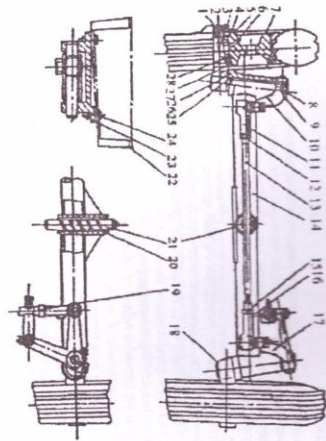

Рис. 3.21. Передняя ось (своявый тип).
Базовая конфигурация (рис. 3.21) Передняя ось соединена с рамой четырьмя болтами 24 на опоре. Поперечная рулевая тяга 13 соединена с левым и правым поворотными кулаками, а также с рулевым механизмом, правым рулевым кулаком 18, рулевой сошкой 17, пропальной рулевой тягой 19. Ведущее переднее колесо закреплено на поворотном кулаке подшипником 4 и 28. Когда передние колеса катятся по земле, они управляют рулевым механизмом для контроля направления движения трактора. Базовый ширины передней оси бывает двух типов: коулава трубка Ø болт, прямоугольная трубка 80x60x5, Трубка главной оси соединена с передним грузом (рис. 3.19, рис. 3.20).
- Для регулировки поставьте передние колеса прямо по линии, установите трактор на горизонтальной поверхности, открутите стопорные гайки 12 и 15 (рис. 3.21). Укоротите или удлините поперечную рулевую тягу. Установите показатели А и В на одинаковой высоте по осевой линии и углу шин при помощи линейки. А – В должны быть в пределах установленной диагональ. Затяните стопорные гайки после регулировки.
2. Регулировка зазора осевой подшипника передних колес: Осевой зазор подшипников 4 и 28 передних колес (рис. 3.21) (осевое движение передних колес) должен быть в пределах 0,5-0,25 мм, если не соответствует необходимо провести регулировку. Для регулировки снимите крышку подшипника 1, удалите шплинт и затяните корончатую гайку 2. Устраните зазор подшипника, затем сделайте 1/3 - 1/6 оборотов назад, поверните переднее колесо рукой, при этом вы не должны испытывать сопротивления. Затем вставьте шплинт, установите крышку подшипника.